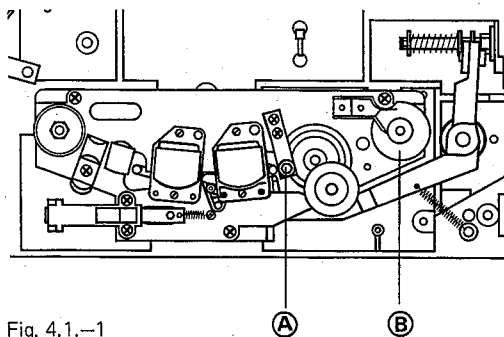

Fig. 4.1.-1
— Bandführungen reinigen, Bandführung (A) *nicht verstellen*. Wenn nötig, kann die Bandführung mit einem Kreuzschlitz-Schraubenzieher vom Kopfträger gelöst werden (2 Schrauben, Fig. 4.1.-1).
— Clean tape guides, take care *not to alter* the adjustment of guide (A). The tape guide may be removed from the headblock after undoing its Phillips head mounting screws (2 screws, fig. 4.1.-1).
Nettoyez les guides de bande, *ne pas dérégler* le guide de bande (A), qui si nécessaire ne sera démonté qu'avec son support, à l'aide d'un tournevis à croix (2 vis, fig. 4.1.-1).